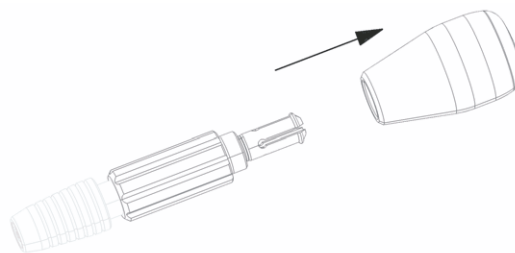

Fig. 8 Smontaggio dell'impugnatura punta a spirale
6.1 Impugnatura punta a spirale (1)
- Spingere l'impugnatura sulla flangia contro la direzione indicata dalla freccia, vedere Fig. 8.
6.2 Maschio S⁴ Cervical (4)